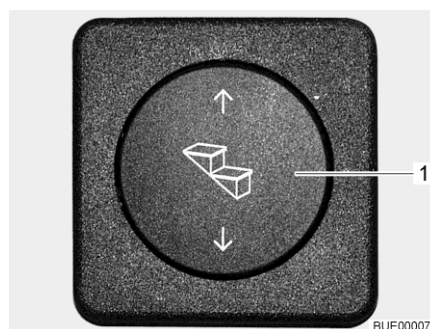

Fig. 11 Tasto di comando dello scalino di ingresso
- Premere in basso il pulsante basculante (Fig. 11,1) e tenerlo premuto (almeno 3 secondi), fino a che lo scalino di ingresso è stato completamente estratto.
- Premere in alto il pulsante basculante (Fig. 11,1) fino a che lo scalino di ingresso è completamente inserito.